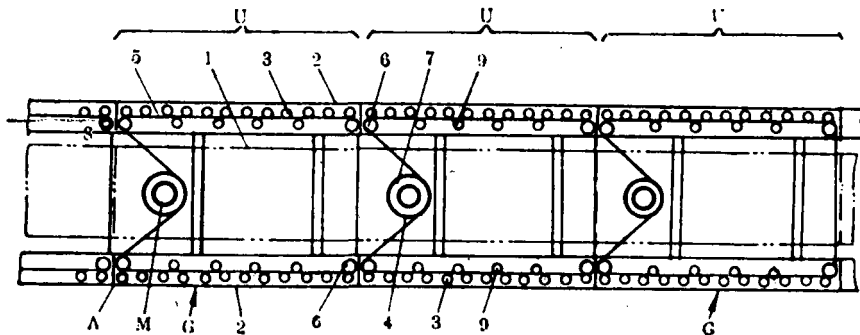

图1 分段组装工艺平面概要图
(1)将超长型细纱机上的锭子以复数的分隔位置分成若干组合结构单元,在各单元中分设小型电动机;(2)在每个单元中,用机台下部的空间分别都安装有4个旋转灵活的导向皮带轮,将导向轮连结配置成四角形以使龙带与锭盘紧密接触;(3)用一台变频电源对多台功能相同的同步电动机供电,以频率控制方式控制变速,使各台电动机同步启动。由于在各组合单元中已分别设有驱动机构,故原有的车尾箱可大幅度缩小;(4)由于用短龙带传动、分段组装,故细纱机可以各组合单元的形式在制造厂预先组装完毕,再运送到使用厂,这样就可大大缩短使用厂的机台安装时间,平面图见图1。